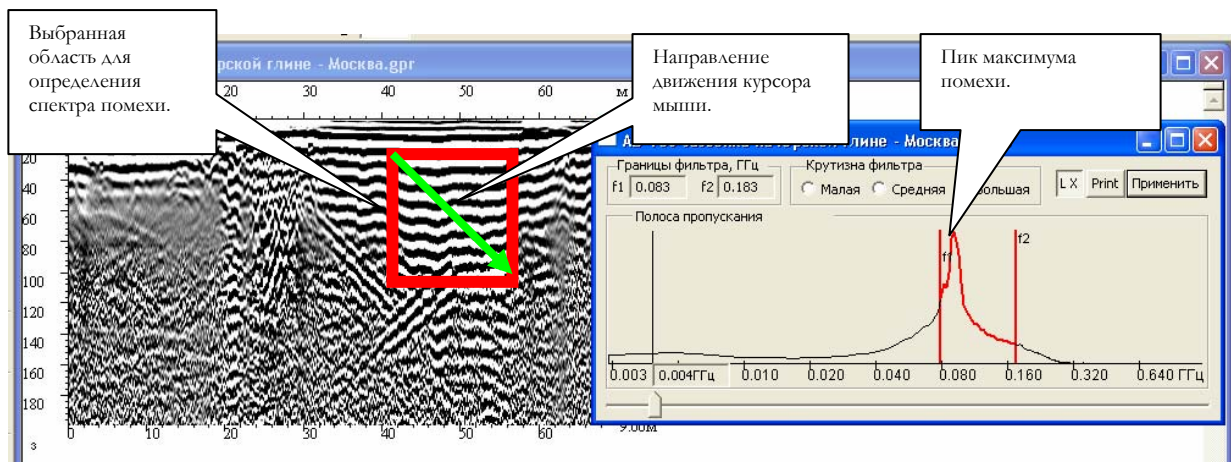

Рисунок 4.5.7 Спектр фрагмента профиля до режекторной фильтрации.
3. Подвести курсор мыши в область наиболее интенсивного проявления помехи (определяется визуально) и, удерживая левую кнопку мыши переместить курсор по диагонали, выделяя прямоугольник, после чего отпустить левую кнопку мыши. В открывшемся окне "Спектр фрагмента" отобразится спектр помехи (Рисунок 4.5.7)..